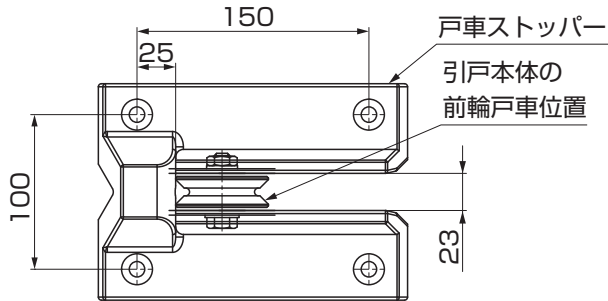

図8-1
①引戸本体を閉めた状態で引戸本体の戸車の位置にあわせて戸車ストッパーを位置合わせしてください。(図8-1参照)